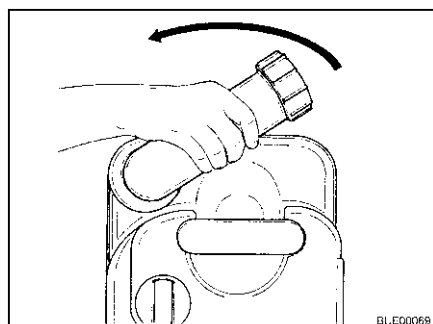

Fig. 197 Ruotare il bocchettone di scarico
- Ruotare il bocchettone di scarico verso l'alto (Fig. 197).